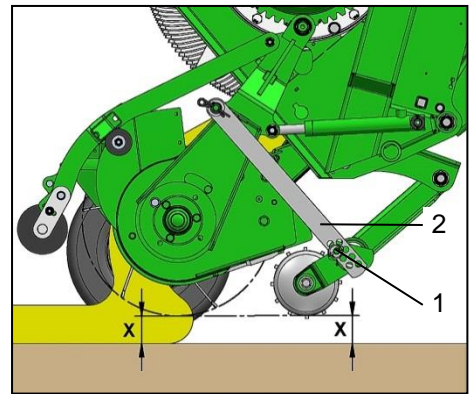

Bild 18: Tastrolle
- Entfernen Sie die Federvorstecker (Bild 18 / Pos.1) zum Sichern der Koppelstange (Bild 18 / Pos.2) auf beiden Seiten des Tastrollen-Rahmens.
- Lösen Sie auf einer Seite die Koppelstange (Bild 18 / Pos.2) vom Aufnahmebolzen.
- Halten Sie den Tastrollenrahmen hoch und lösen Sie die Koppelstange (Bild 18 / Pos.2) auf der anderen Seite vom Aufnahmebolzen.
- Verstellen Sie die Höhe der Tastrolle wie gewünscht und hängen Sie die Koppelstange (Bild 18 / Pos.2) in die jeweilige Bohrung an den Aufnahmebolzen ein.
- Hängen Sie die Koppelstange (Bild 18 / Pos.2) auf der anderen Seite in die jeweilige Bohrung an den Aufnahmebolzen ein.
- Sichern Sie die Koppelstange (Bild 18 / Pos.2) mit dem Federstecker (Bild 18 / Pos.1).